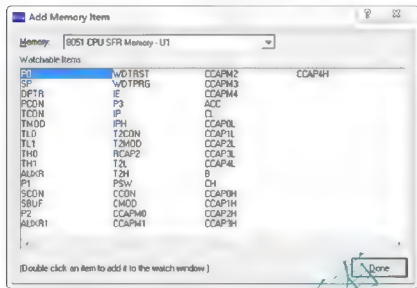

图 B-52 双击鼠标左键添加观察项名称
(1) 以观察项名称添加观察项。单击观察窗口弹出式菜单中的“Add Items (By Name)...”，弹出如图 B-52 所示的对话框，在相应的 SFR 中的寄存器名称上双击即可。